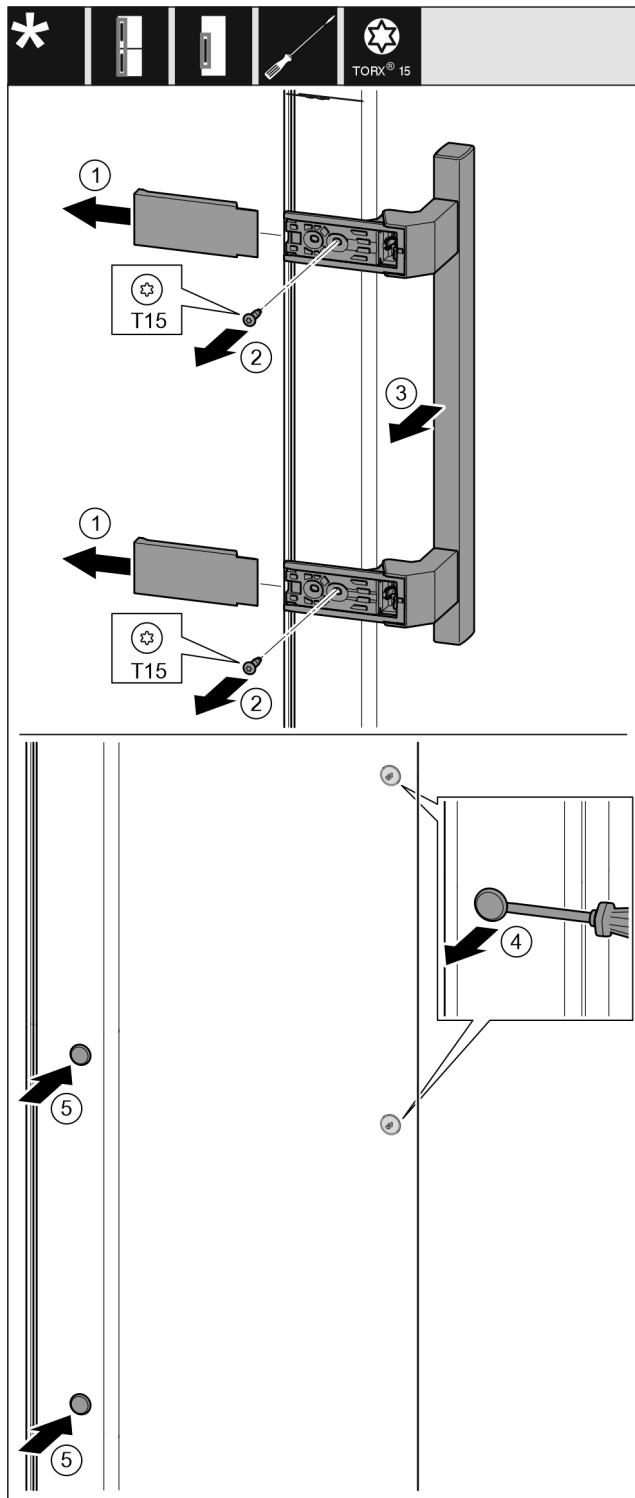

Fig. 39
- Desprindeți apărătoarea. Fig. 39 (1)
- Extracteți prin rotire șuruburile cu șurubelnită T15. Fig. 39 (2)
- Detaşați mânerul. Fig. 39 (3)
- Ridicați cu precauție dopul lateral cu o șurubelnită plată și extrageți-l. Fig. 39 (4)
- Introduceți dopul pe partea opusă. Fig. 39 (5)